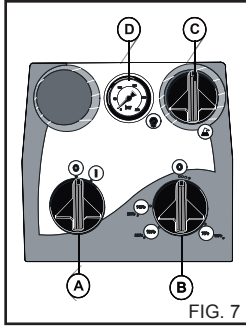
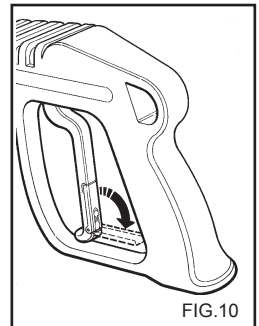

FIG. 7
FIG.10
⚠ Når rengjøringsmaskinen ikke er i bruk må sikkerhetsanordningen på håndtaket lukkes (fig 10).
Dette kapitlet gjelder kun de modellene som er utstyrt med utstyr for "trykkregulering". Trykkregulatoren, fig. 10, gjør at brukeren kan regulere arbeidstrykket. Når knapp C vris moturs (B) (minimum), reduseres vanntrykket. Vri termostatkappen "B" (fig. 7) til dampposisjon for å øke vanntemperaturen.
Etter at du er ferdig å bruke "dampfase", skrus termostatkappen "B" til posisjon "0" (fig. 7) og la maskinen kjøle seg ned i ca tre minutter med munnstykket i bruk.